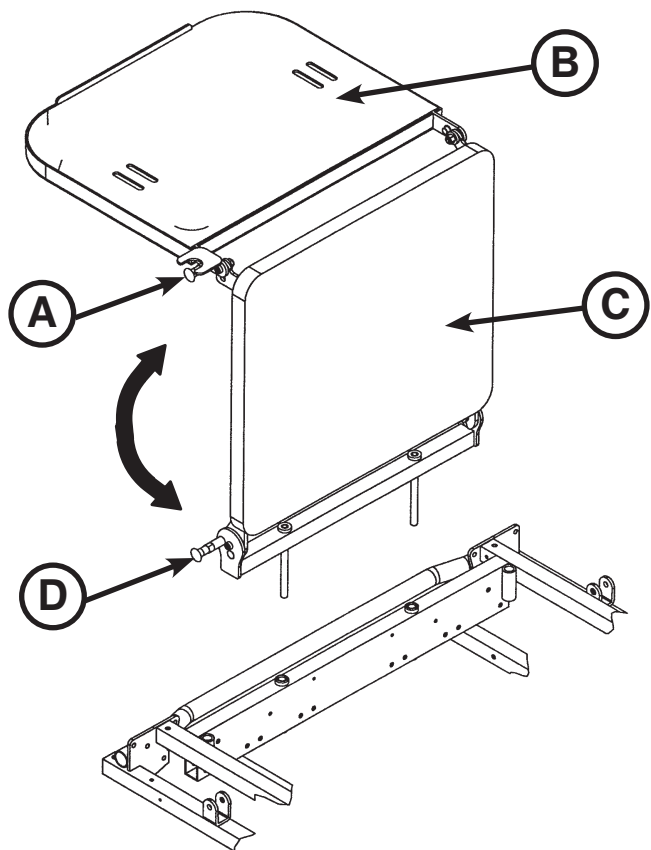

Figura 9.2 - Prolunga poggiapiedi/
Per l'uso come vassoio del defibrillatore, estrarre la manopola superiore (A) e ruotare il vassoio (B) sulla prolunga poggiapiedi (C) fino a quando il vassoio si estende orizzontale sull'estremità piedi della barella, come illustrato nella Figura 9.2.
Per l'uso come prolunga poggiapiedi, estrarre la manopola (A) e ruotare il vassoio del defibrillatore all'indietro fino a quando si blocca contro la prolunga poggiapiedi (C). Tenendo ferma l'unità, estrarre la manopola inferiore (D) e abbassare la prolunga poggiapiedi fino a portarla in posizione orizzontale, come illustrato nella Figura 9.2.